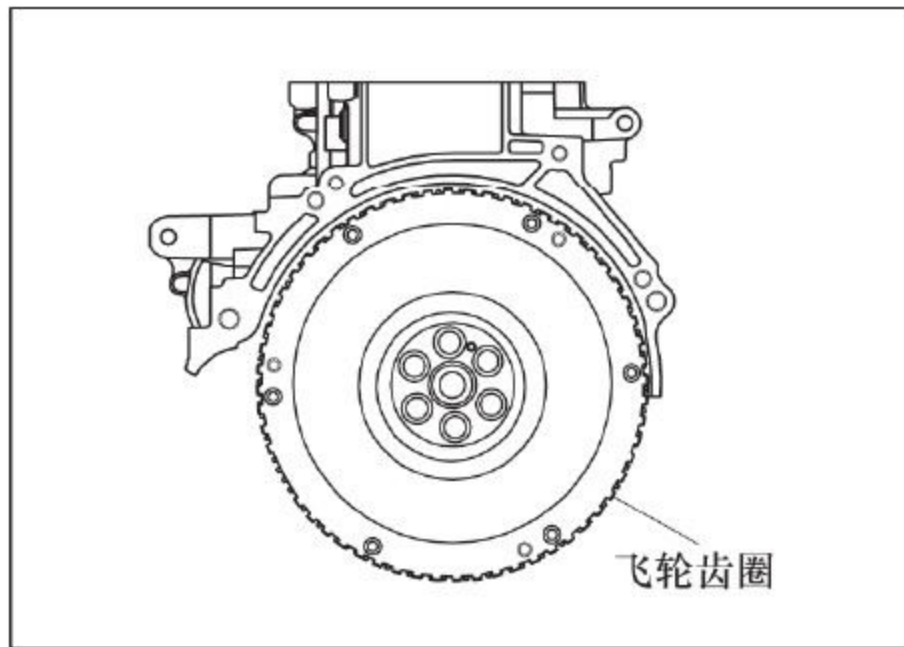

图12-3-6 检查飞轮齿圈
1. 查看飞轮齿圈应无断齿，齿圈与飞轮应无松动的状况，否则就要更换飞轮总成，如图12-3-6所示。